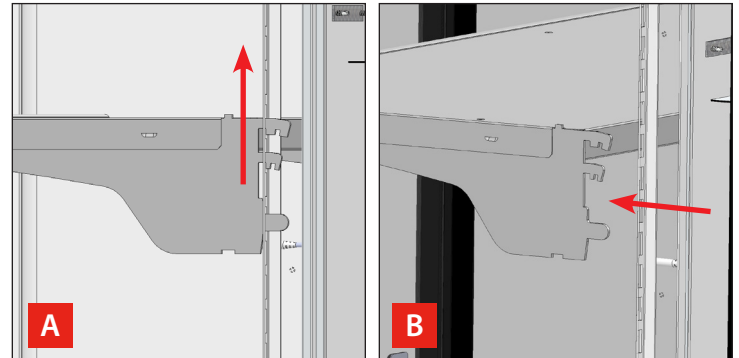

Fig. 20. Levante el conjunto del estante (A) y tire de él hacia delante (B).
2. Levante el conjunto del estante y luego tire de él hacia delante. Véase la fig. 20.